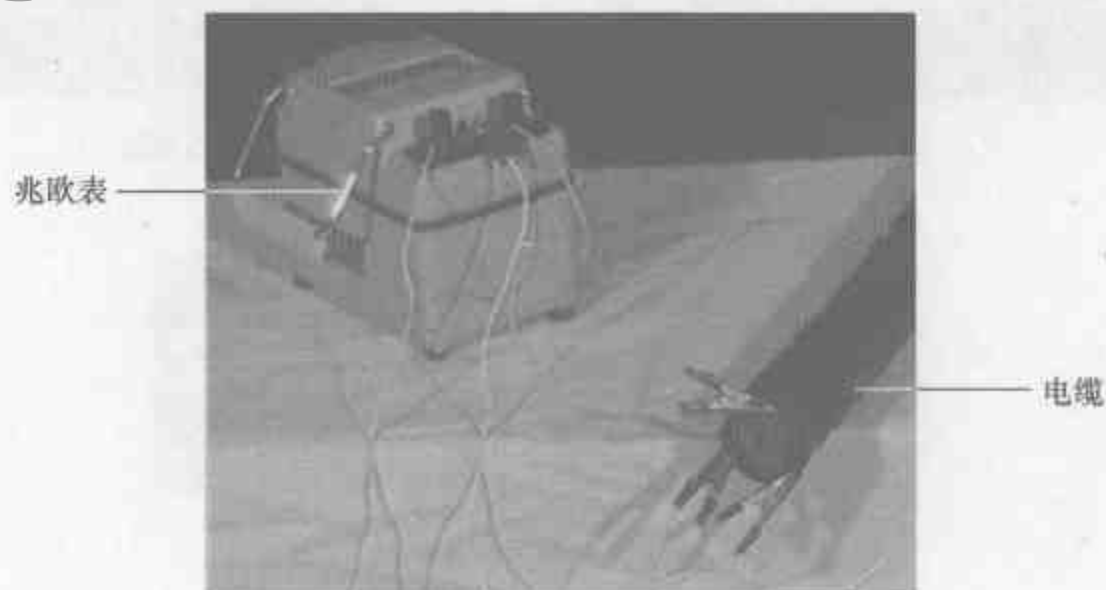

图 7-70 测量电缆对地绝缘电阻的接线方法
③ 测量电缆对地绝缘电阻或被测设备的漏电流较严重时, G 端接导线的屏蔽层或外壳, L 端接线芯, E 端接导线的外皮, 如图 7-70 所示。G 端接屏蔽层或外壳的作用是消除被测对象表面漏电造成的测量误差。